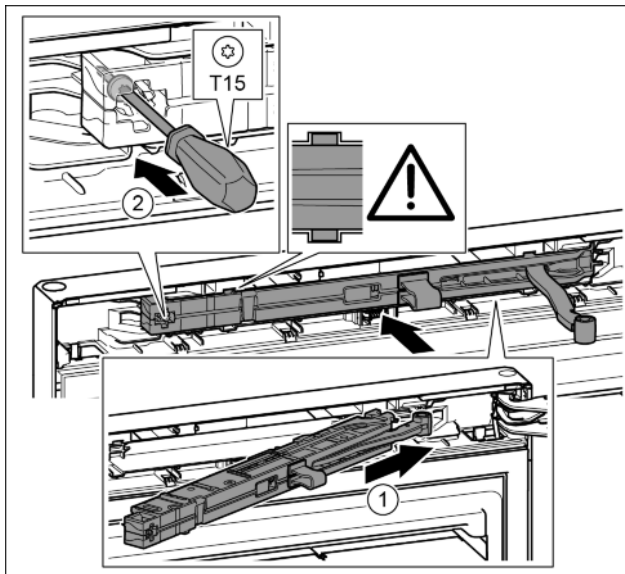

Fig. 41
- ▶ Inclinando nell'incavo spingere l'unità dell'ammortizzatore di chiusura sul lato del blocco di supporto fino alla battuta. Fig. 41 (1)
- ▶ Stringere la vite con un cacciavite T15. Fig. 41 (2)